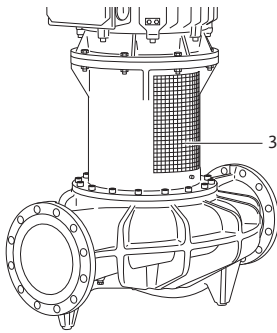

Fig. 48: Monterad kopplingskyddsplåt
- Pumpen får endast användas med monterade kopplingskyddsplåtar (Fig. 48, pos. 3).